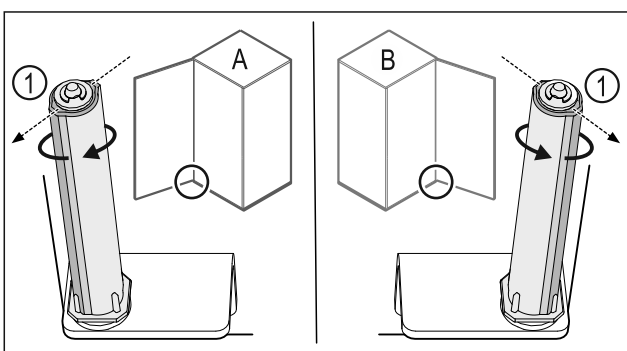

Fig. 55 Lewy ogranicznik (A) / prawy ogranicznik (B)
- ▶ Przekręcić system blokujący w kierunku przeciwnym do oporu, aż pręt systemu blokującego Fig. 55 (1) będzie skierowany na zewnątrz.